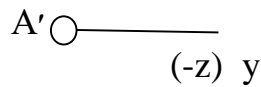

Рис.2.2
3. Строим систему координатных осей. На осях откладываем значения координат с соответствующими знаками координат (Рис.2.2).